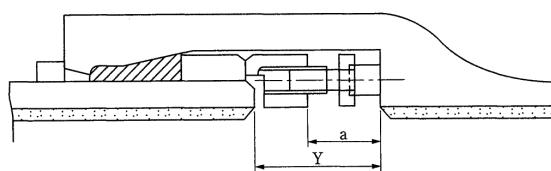

図4-6 胴付間隔及び締め付け完了時の押輪と受口底部の間隔
2. 挿入に当たっては、握し口外面及び受口内面に滑剤を塗布の上、握し口外面のストップバーが受口端面に当たるまで挿入すること。その胴付間隔は、表4-4、図4-6に示すとおりとする。
6. ねじ出し間隔が上下左右均等になるように留意した上で、押輪が所定の位置（図4-6）に到達するまで全ボルトをねじ出すこと。ただし、そのねじ出しが困難な場合は、表4-5に規定するトルクで締め付けること。